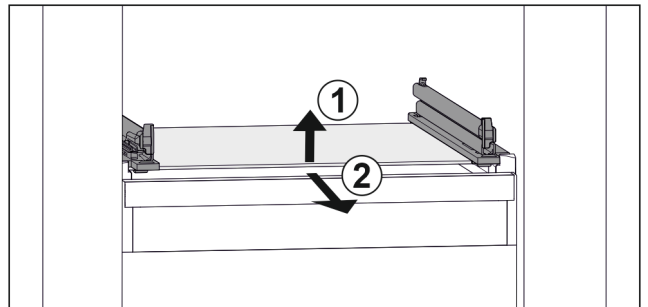

Fig. 158 Az üveglap példaként szolgáló ábrázolása
- ▶ Emelje meg az üveglap elejét. Fig. 158 (1)
- ▶ Vegye ki az üveglapot előrefelé. Fig. 158 (2)